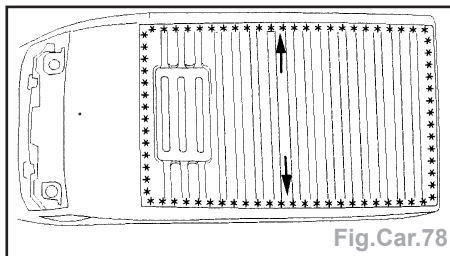

Fig.Car.78
- Dégrafer les lignes de points à l'aide d'une fraise de Ø 8 mm (Fig.Car.78).